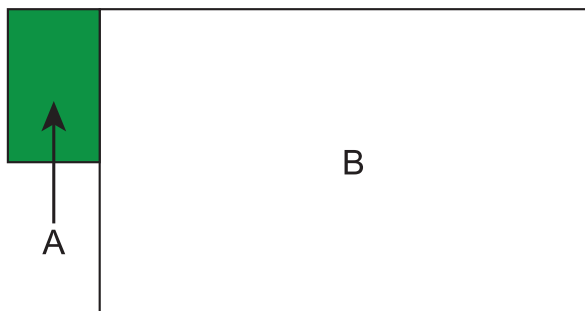

Abbildung 18
Ein sichtbares und unversehrtes wasserlösliches Etikett zeigt an, dass die Gleitmatte keiner Wäsche unterzogen wurde. Bei Unsicherheit darüber, ob Ihre Flites Gleitmatte gewaschen wurde oder nicht, überprüfen Sie, ob das grüne, wasserlösliche Etikett (A), das sich auf der linken Seite des Pflegeetiketts (B) der Gleitmatte befindet, intakt ist. (Siehe Abbildung 18) Hat sich das Etikett (A) vollständig oder teilweise aufgelöst, muss die Gleitmatte entsorgt werden.